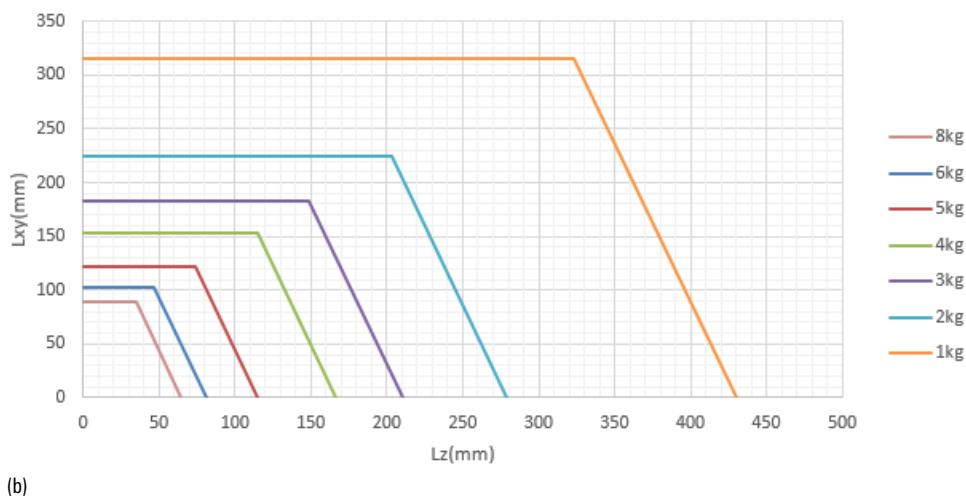

图 8-5 AIR8-710B 型操作机腕部负载质心位置示意图
AIR8-710B 型操作机腕部负载线图如图 8-5 所示。
- 对于质量不超过 1kg、3kg、5kg、7kg、8kg 的负载，其质心位置 L_{xy} 和 L_z 应在图 8-5(b)中所示对应线框的范围内；图 8-5(a)定义了 L_{xy} 和 L_z 的含义， L_{xy} 表示负载质心在法兰平面投影位置和原点的距离， L_z 表示负载质心在法兰轴线投影位置和原点的距离。